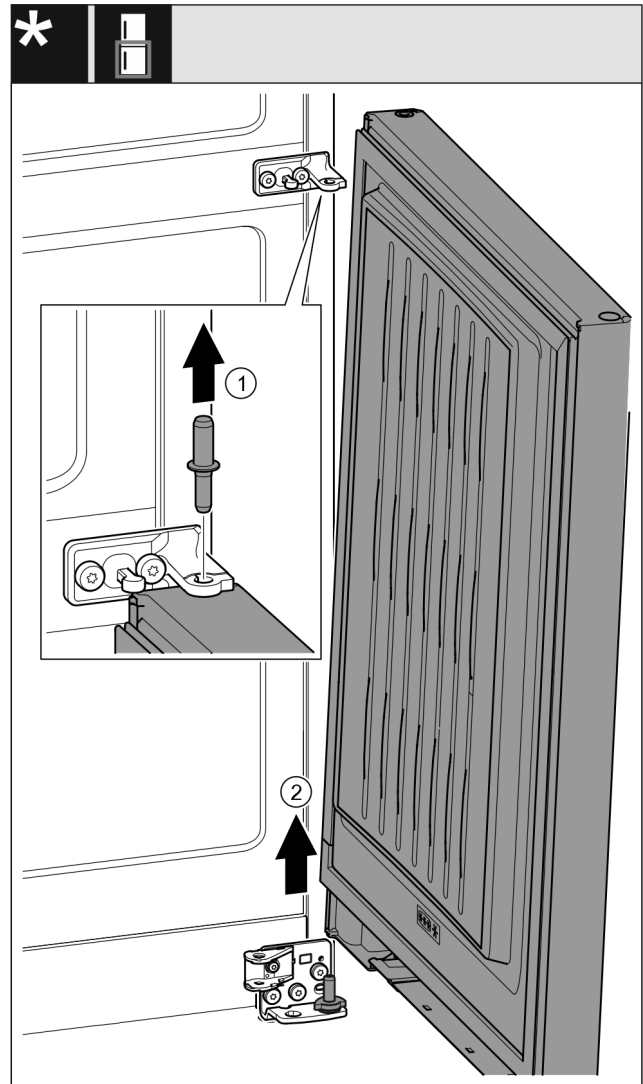

Fig. 27 С амортизатором закрывания двери*
- Извлеките палец Fig. 27 (1) движением вверх.*
- Отведите дверь Fig. 27 (2) в сторону, потяните вверх и отставьте ее.*